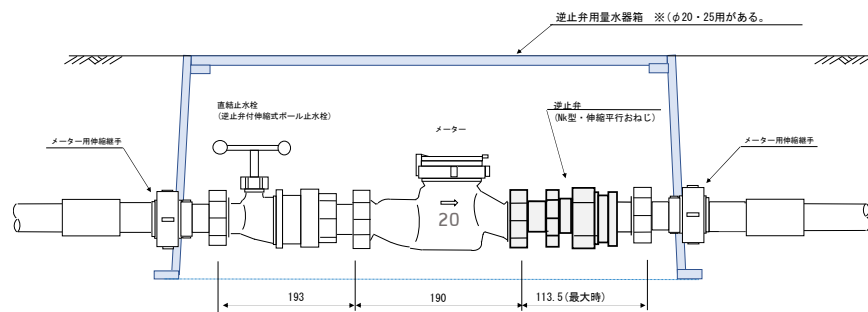

図 4-2 3 階への水道メーターの構造 (φ20 の場合)
- (1) 逆止弁用量水器箱(図 2-12)を使用し、一次側から直結止水栓、水道メーター、逆止弁の順に設置する。逆止弁(NK型伸縮平行おねじ: $\phi 20$ 、 $\phi 25$)は、明石市指定品を使用する。(図 4-2)
- (2) 3 階建て集合住宅の水道メーター設置は、地付けメーターが基本である。